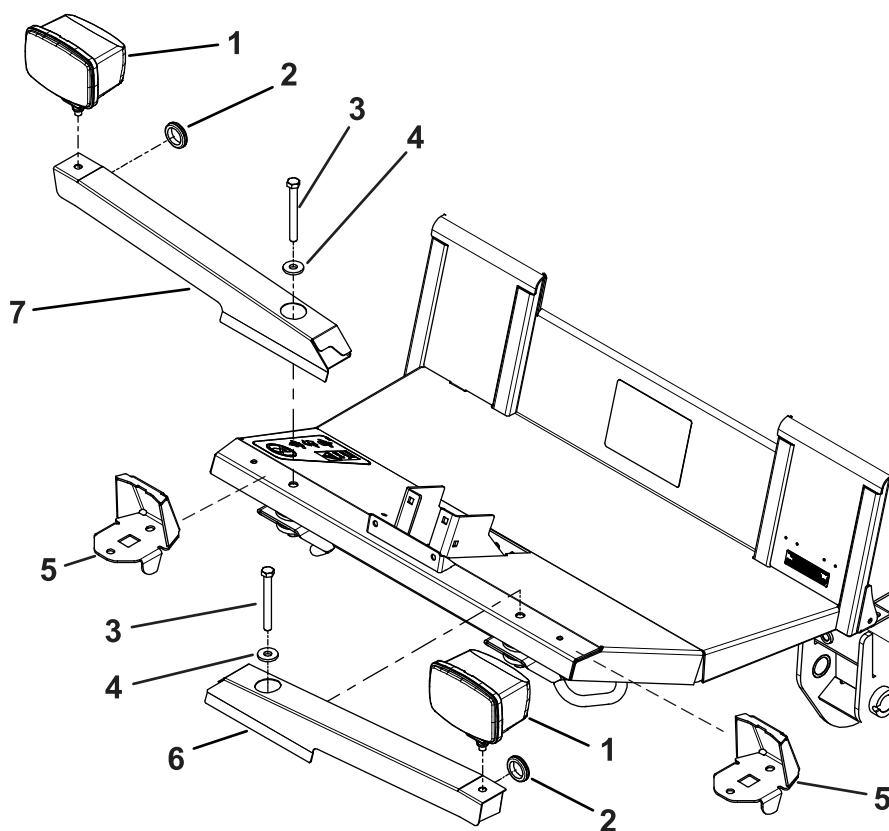

図 6
3. ヘッドライトに付いているブラケットを外して廃棄する 図 6。
4. 外した金具類を使って、運転台前部にある既存の穴にヘッドライト用のブラケット左用と右用を取り付ける 図 6。
5. ヘッドライトアセンブリに付いている既存の金具を使用して、左右のヘッドライト用ブラケットにヘッドライトを取り付ける 図 6。
6. ヘッドライト用マウントにハトメを取り付ける 図 6。